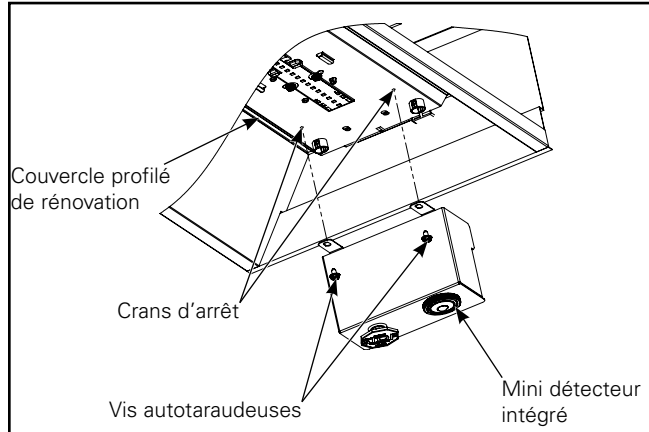

Figure 16.
support de plaque d'accès avec le détecteur et/ou l'interrupteur d'essai du EM au couvercle profilé de rénovation en utilisant les vis autotaraudeuses. Des crans d'arrêt sont installés à deux (2) endroits pour guider l'emplacement de la vis (Figures 16 et 18). N'endommagez pas les fils.